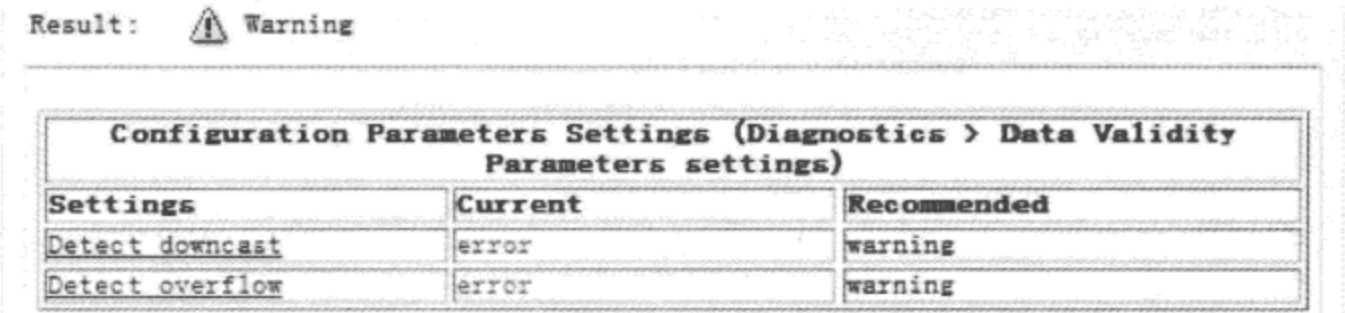

图 9.6.7 检查模型设置与诊断参数设置任务界面
(3) 执行到 1.6 项时,会出现若干警告,例如 1.6.1 项 check model configuration validity diagnostic parameters setting 的警告为 Configuraion Parameters 中的参数设置不合理,如图 9.6.7 所示。